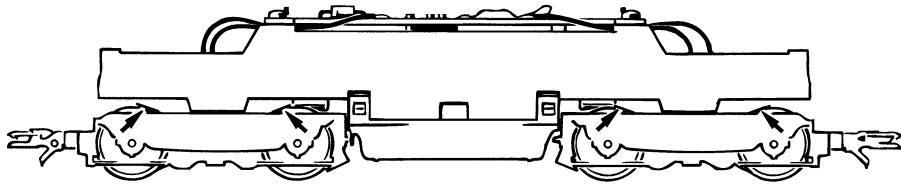

Fig. 7
**3. Haftreifenwechsel:** Zuerst den Getriebedeckel abnehmen (Fig. 4). Danach den **Radsatz** herausnehmen und die **Haftreifen** mit einer Nadel od. mit einem feinen Schraubendreher abziehen (Fig. 7). Beim Aufziehen der neuen Haftreifen darauf achten, dass diese sich nicht verdrehen.
**3. Change of traction tyre:** Remove the gear cover (fig. 4). Take out **wheel set** and remove **traction tyre** using a pin or a fine screwdriver (fig. 7). When pressing on the new traction tyre please **avoid twisting it**.